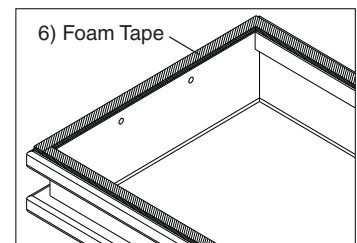

Fig 6
7. Replace wireway cover under tabs on one side of fixture housing. Make sure wires are not pinched between fixture housing and wireway cover. Secure ends of wireway cover with screws (4).
8. To install Foam Tape (6), place Diffuser Frame (5) on flat surface with diffuser side down. Peel backing from tape (6) to expose adhesive. Start applying tape at corner and proceed around perimeter of frame (5). Cut off any excess material- **See Fig.6**
7. Vuelva a colocar la cubierta de cable en fichas en un lado del cuerpo del aparato. Haga cables no esten apretados entre la caja del accesorio y la cubierta de cable. Asegure los extremos de la cubierta de cable con los tornillos (4).
8. Para instalar la cinta de espuma (6), coloque el marco del difusor (5) sobre una superficie plana con el difusor hacia abajo. Despegue la parte posterior de la cinta (6) para exponer el adhesivo. Empiece a aplicar la cinta en la esquina y proceda alrededor del perímetro del marco (5). Corte todo el material excedente, **Vea Fig 6.**
7. Remplacez le couvercle de chemin de câbles dans des onglets sur un côté du boîtier du luminaire. Faire que les fils ne sont pas coincés entre le boîtier de fixation et le couvercle chemin de câbles. Assurer les extrémités de la couverture chemin de câbles avec des vis (4).
8. Pour installer la bande mousse (6), placer le cadre diffuseur (5) sur une surface plane, côté diffuseur vers le bas. Retirer la pellicule de la bande (6) de manière à exposer l'adhésif. Appliquer la bande en commençant par un coin et continuer en appliquant la bande sur le pourtour du cadre (5). Couper l'excédent. **Voir Fig 6**